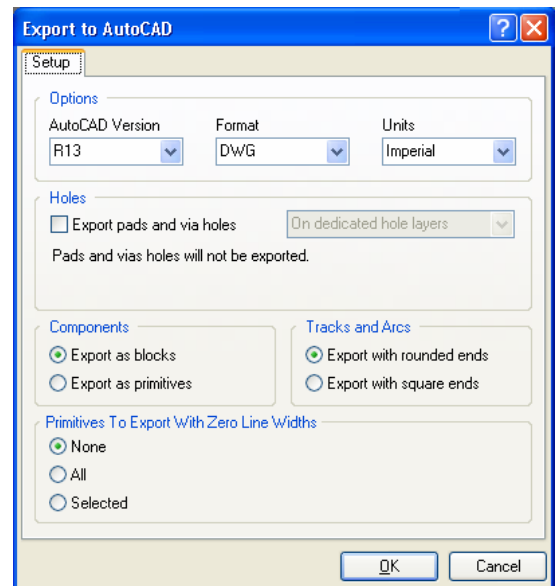

Figure 36. A range of PCB DWG/DXF export options is available.
3. **保存** ボタンをクリックします。AutoCAD へエクスポート ダイアログが開きます。(Figure 36) このダイアログでは、何をエクスポートするか指定できます。